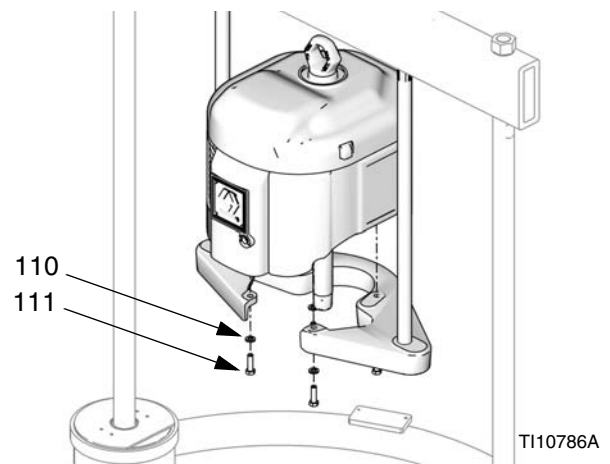

FIG. 25: NXT en D200 con plato seguidor pequeño
4. Coloque la placa de apoyo (109) para comprobar que la parte superior del motor no toca el travesaño. Vea FIG. 25 Con un dispositivo de izado adecuado, fije el motor a la placa de apoyo (109) con tornillos (111) y arandelas (110).